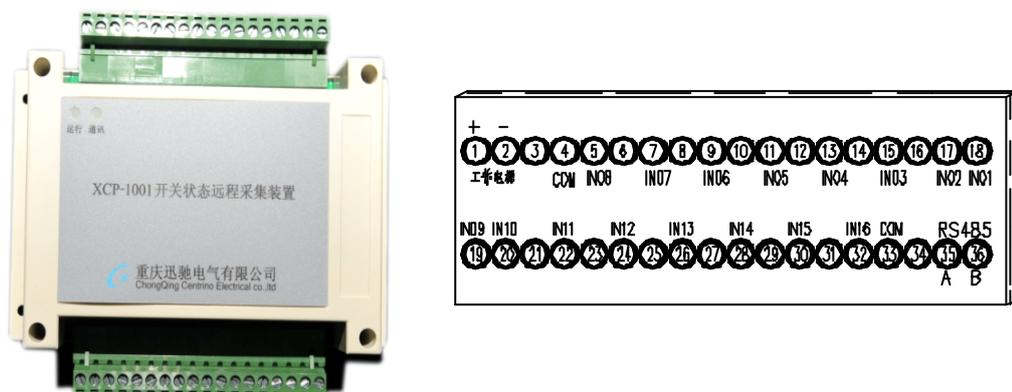

图 4-92
4.8.3 装置面板及端子定义：见下图（图 4-92）所示。